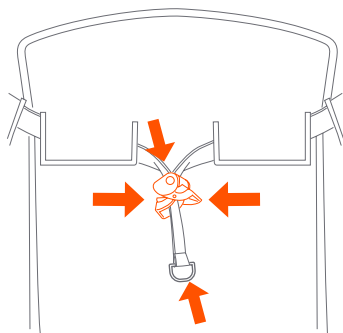

Fig. 6
6) • Para reclinar el asiento Presione los extremos de la presilla juntos y tire hacia abajo. Para poner el asiento en la posición vertical, presione los extremos de la presilla juntos, sostenga el aro y empuje hacia arriba (Fig 6).